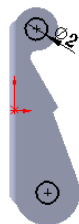

图 16.3.9 横断面草图
- ② 定义横断面草图。在草图环境中绘制图 16.3.9 所示的横断面草图。
- (3) 定义切除深度属性。在“切除—拉伸”对话框 **方向 1** 区域的 下拉列表中选择 **完全贯穿** 选项，选中 ☒ **正交切除(N)** 复选框。
- (4) 单击对话框中的 按钮，完成切除—拉伸 1 的创建。